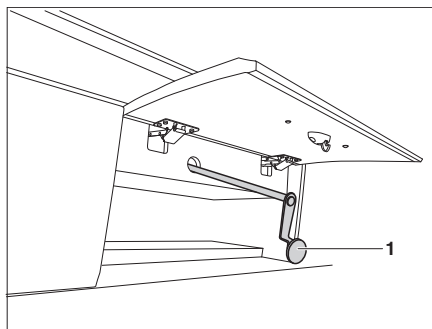

Fig. 165 Rete protettiva
- In caso di black-out elettrico il letto basculante può essere azionato anche con una manovella di emergenza (Fig. 165). Essa si trova dietro lo sportello del vano di stivaggio.